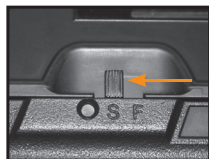

Ilustración 2A
- Empuje hacia arriba (hacia la letra “F”) hasta que ya no se vea el color rojo. (ilustración 2A). El seguro no está en “MODO SEGURO” (ON SAFE) a menos que esté completamente empujado hasta que el color ROJO ya NO se vea.